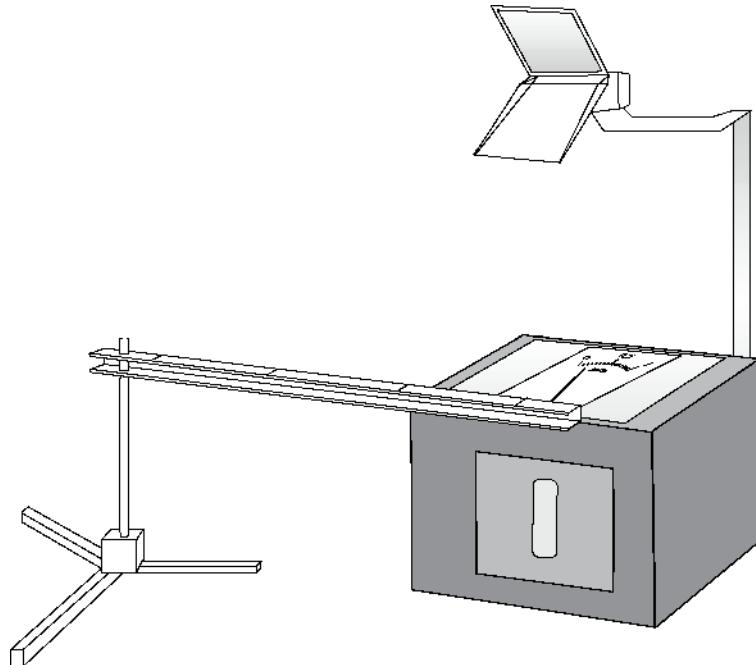

Figura 2
- 2 Tornillo con varilla de apoyo (véase figura 2)